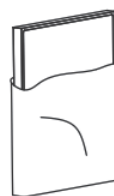

Abb. 5
6. **Nehmen Sie den neuen Aktivkohlefilter und HEPA-Filter aus der Schutzfolie heraus (Abb.5).**
7. Setzen Sie den neuen Aktivkohlefilter (4) so in den Luftreiniger ein, damit die Seite mit am Filter befestigten Laschen nach außen ausgerichtet wird.
8. Setzen Sie den neuen HEPA - Filter (3) so in den Luftreiniger ein, damit die Seite mit am Filter befestigten Laschen nach außen ausgerichtet wird.
9. Setzen Sie den Vorfilter (2) ins Gerät in entsprechenden Halterungen ein. Die Pfeile auf dem Filtergitter weisen den Oberteil des Gerätes und am Filtergitter angebrachte Griffe sollen nach dem Einsetzen des Filters nach außen ausgerichtet werden.
10. Setzen Sie die Gehäuseabdeckung (1) zurück und achten Sie auf ihre richtige Befestigung an den Haken, die sich unten am Gehäuse des Gerätes (6) befinden. Vergewissern Sie sich, dass die Gehäuseabdeckung richtig mit Magnetverschluss gesichert wird.